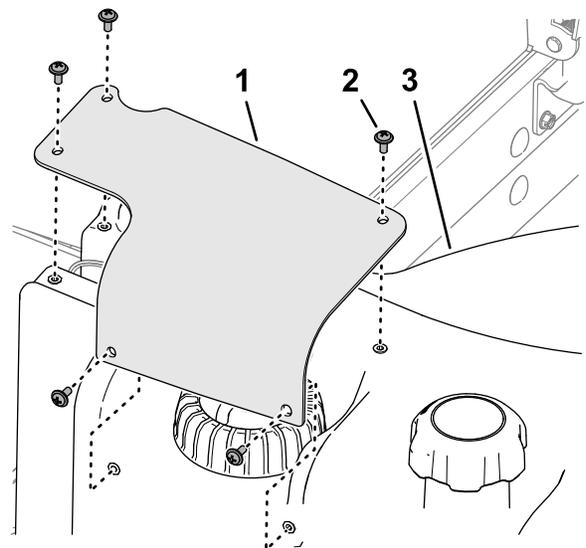

Figura 118
2. Retire los 5 tornillos Phillips que sujetan la tapa del sensor de combustible al depósito de combustible, y retire la tapa (Figura 118).